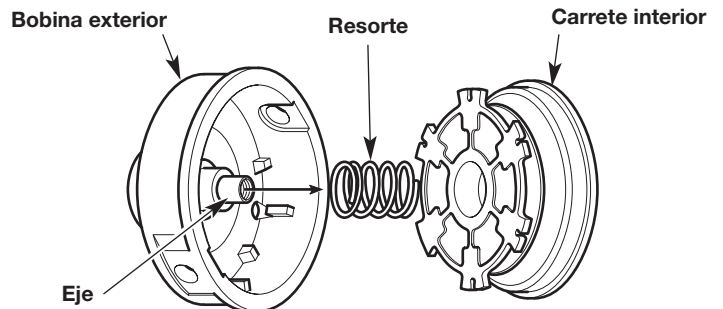

Fig. 19
3. Retire el carretel interior de la bobina exterior (Fig. 19).
4. Retire el resorte del carretel interior (Fig. 19).